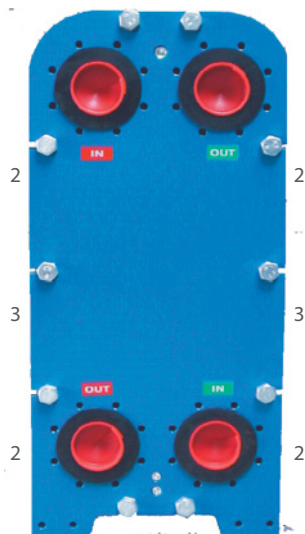

Fig. 10
- Desserrer les tirants de manière égale en respectant l'ordre de la figure 10 afin que le plateau mobile reste parallèle au plateau fixe,
- Serrez les tirants dans le bon ordre (voir fig.10).